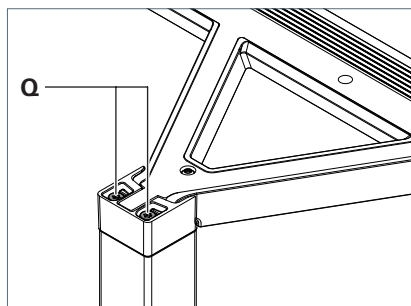

Fig. 11: Regolare la testa dell'apparecchio.
- ▶ Per abbassare una testa dell'apparecchio, ruotare le viti **Q** in senso antiorario, vedere Fig. 11.